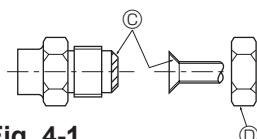

Fig. 4-1
Ⓐ (Fig. 4-1)
Ⓑ (Fig. 4-1)
4.2. Kople til rør (Fig. 4-1)